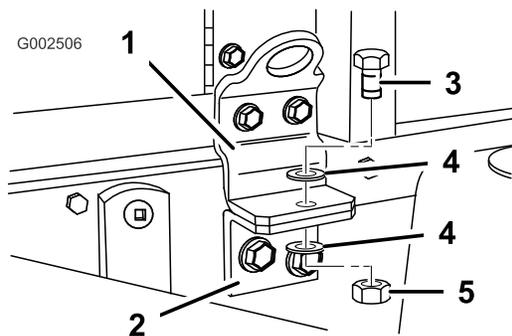

Bild 45
3. Entfernen Sie die Sicherungsschrauben vorne am Gestell (Bild 45).